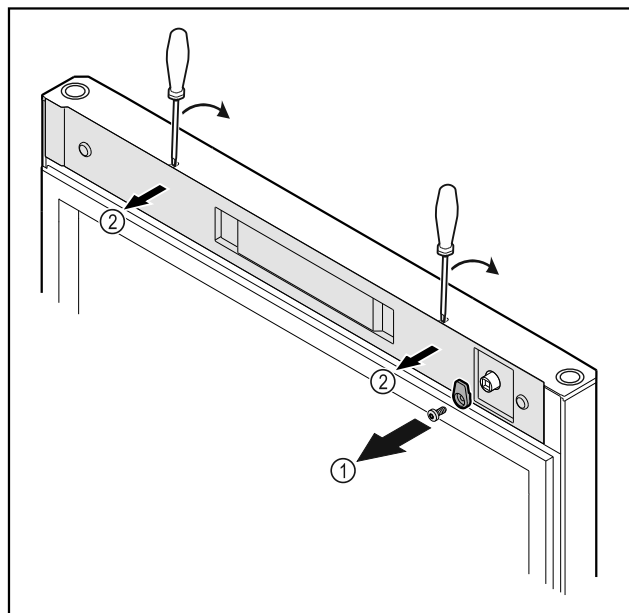

Fig. 21
- ▶ Csavarja le a reteszelő kampót Fig. 21 (1).
- ▶ Pattintsa ki a burkolatot Fig. 21 (2) egy csavarhúzó segítségével, és vegye le.